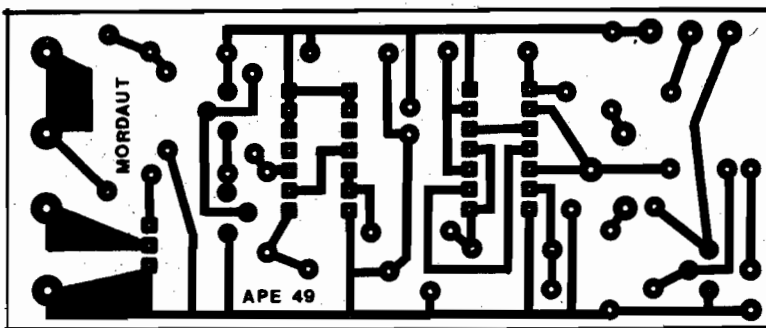

Fig.2
- FIG. 2 - LAY OUT DO CIRCUITO IMPRESSO ESPECÍFICO - Embora simples, o padrão de ilhas e pistas cobreadas exige um certo cuidado na sua "copiagem", traçagem, corrosão, etc., devido à presença dos dois Integrados, com suas inevitáveis "perninhas" muito próximas umas das outras... É relativamente comum que ocorram "curtos" entre as ilhazinhas destinadas aos pinos dos Integrados, seja por falhas no desenho, seja por insuficiências na corrosão (ou ainda - já na fase de soldagem - por "corrimento"...). Por tais razões, conferir tudo "com lente", é fundamental, em todas as fases da confecção do Impresso e da posterior montagem... De qualquer modo, o padrão não é complicado, e encontra-se no desenho em escala 1:1 (tamanho natural), podendo ser "carbonado" diretamente...